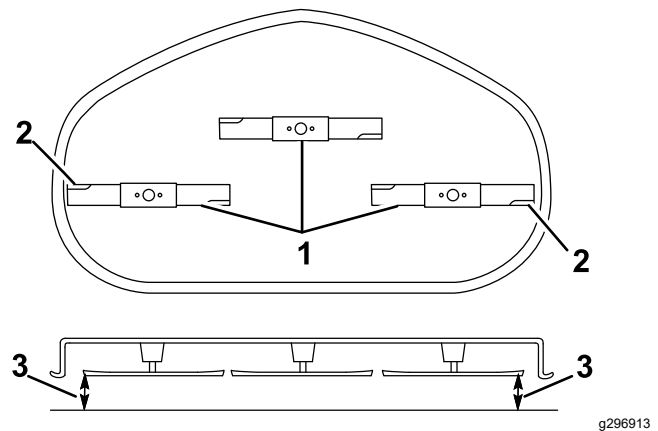

Figura 61
5. Mida entre los bordes de corte exteriores y la superficie plana (Figura 61).